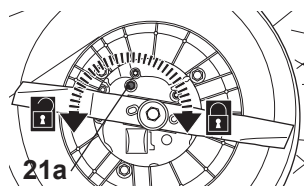

Fig. 26
3. Desaperte e remova o parafuso de drenagem de óleo (21a) para esvaziar o óleo no recipiente de recolha de óleo (Fig. 26).